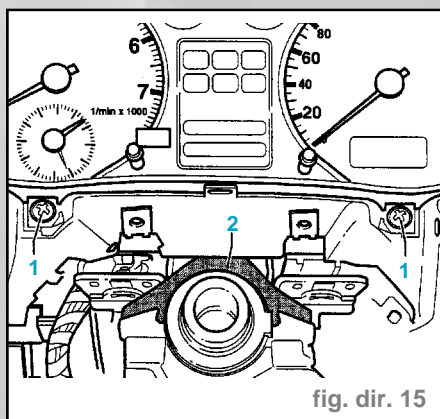

fig. dir. 15
- Dévisser les instruments combinés du tableau de bord, ouvrir la fiche côté face arrière et la débrancher (fig. dir. 15).